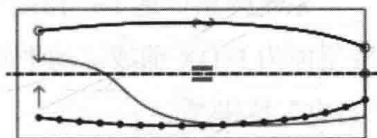

图 1.11 草图 2
Step8. 创建图 1.11 所示的草图 2。在操控板中单击“草绘”按钮 ；选取 FRONT 基准平面为草绘平面，选取 RIGHT 基准平面为参考平面，方向为 **下**，单击 **草绘** 按钮，绘制图 1.11 所示的草图。
说明：图 1.11 所示的草图是使用“投影”命令和“镜像”命令绘制而成的。